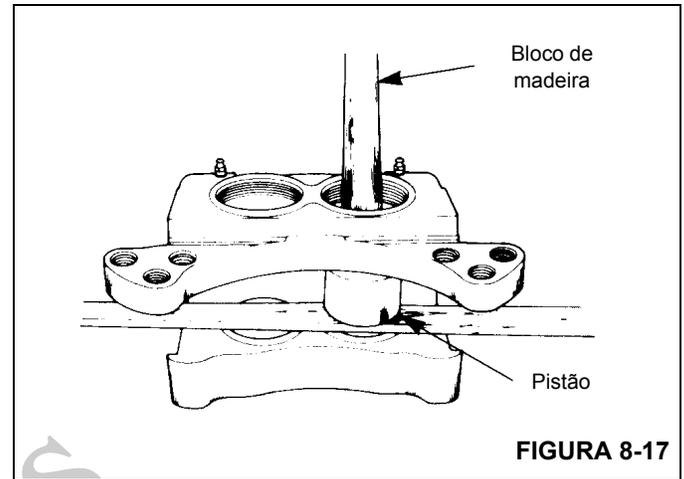

FIGURA 8-17
8. Remova os pistões do lado da placa de montagem da carcaça. Empurre as extremidades dos pistões para forçá-los para fora do lado do disco da carcaça. Consulte Figura 8-17.